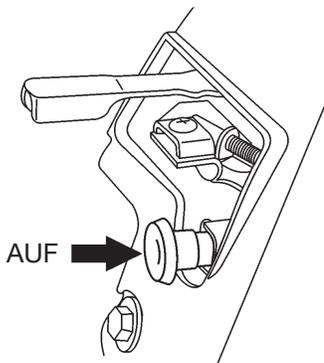

Abb. 33. Knopf für Starterklappe (Choke), Position AUF
8. Wenn der Motor angelaufen ist, den Starterklappenknopf (Abb. 33) langsam auf **OPEN** (AUF) zurückstellen. Läuft der Motor nicht an, Schritte 4 bis 7 wiederholen.